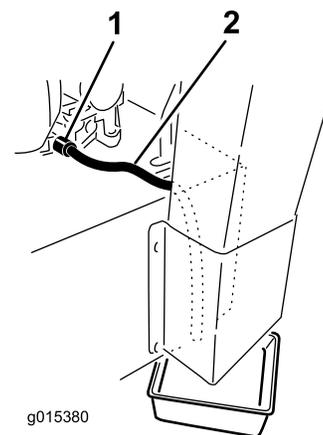

Figura 32
**Nota:** Ruotate la valvola di spurgo dell'olio per consentire lo spurgo dell'olio (Figura 32).